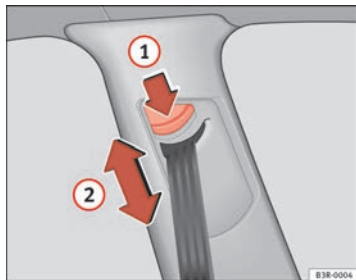

Abb. 16 Gurthöheneinstellung (Umlenkbeschlag)
- Drücken Sie die Taste ⇒ Abb. 16 ① der Gurthöhenverstellung.
- Verschieben Sie den Umlenkbeschlag nach oben bzw. unten, bis der Schultergurtteil ungefähr über die Schultermitte – **keinesfalls über den Hals** – verläuft ⇒ Abb. 16 ②, ⇒ **!** in „Gurtbandverlauf“ auf Seite 26.